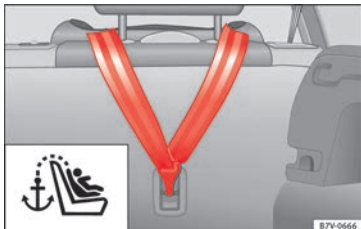

Abb. 27 Eingehängter oberer Befestigungsgurt im Gepäckraum.
- Oberen Befestigungsgurt an der Rückseite der Rücksitzlehne in die entsprechende Halteöse (für Top Tether) der Rücksitzlehne einhängen »» **Abb. 27**.